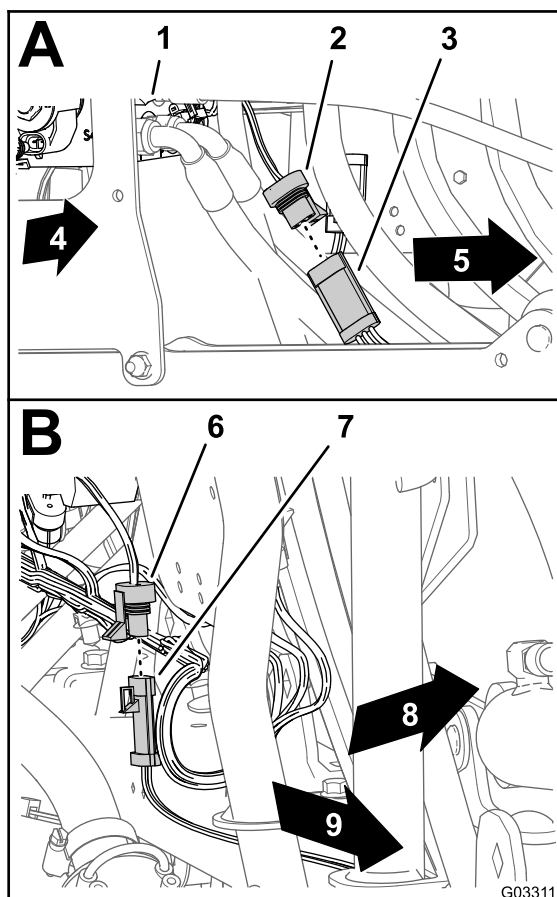

Bild 144
1. Schließen Sie den 3-Buchsen-Stecker des Kabelbaums für den Ultraschall-Ausleger am 3-Stift-Stecker des Kabels für den rechten Ultraschallsensor an (A in Bild 144).
2. Schließen Sie den 3-Buchsen-Stecker des Kabelbaums für den Ultraschall-Ausleger am 3-Stift-Stecker des Kabels für den linken Ultraschallsensor an (B in Bild 144).